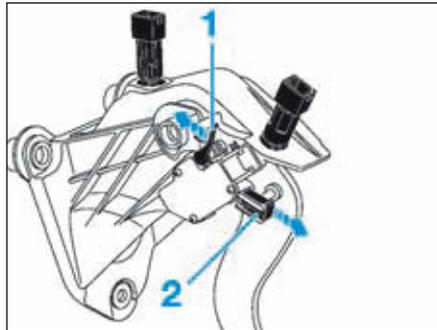

FIG.8
- la partie reliée à la pédale en tirant sur le verrou (1) (Fig.8),
- le corps du capteur en agissant sur le verrou (2).